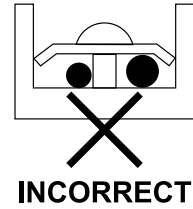

Fig. 33
- Ne pas raccorder des câbles de calibre différents à la même borne d'alimentation. (un desserrage de la connexion peut provoquer une surchauffe.) (**reportez-vous à la fig. 33**)